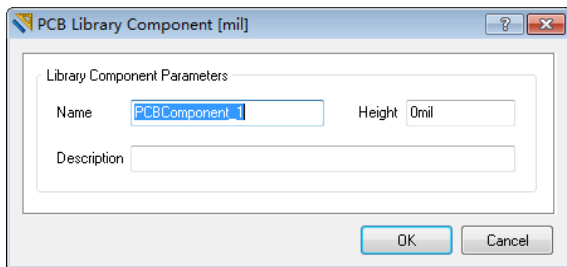

图 18-32 库元件对话框
⑨ **Component Properties:** 执行该命令后, 打开库元件对话框, 如图 18-32 所示, 可以在名称栏位修改元件封装名称, 在高度栏位输入元件高度, 在描述栏位输入该封装简介。
⑩ **Place:** 执行该命令后, 最近一次打开的 PCB 文档会成为当前文档, 同时打开 Place Component 对话框设置 Footprint (封装)、Designator (标识符) 和 Comment (注释) 等信息, 单击 OK 按钮关闭该对话框后, 移动光标到编辑窗口合适位置单击鼠标左键, 即可完成封装的放置。
⑪ **Update PCB With <当前元件封装的名称>:** 将当前封装更新到所有打开且放置该封装的 PCB 文档中。
⑫ **Update PCB With All:** 将封装库中全部的封装更新到所有打开且放置这些封装的 PCB 文档中。
⑬ **Report:** 生成一个当前元件封装的报告。执行该命令后, 生成一个<PCB 库文件名称>.CMP 的报告文档, 包括封装尺寸、组成图元、所在板层等信息。该文件会和 PCB 库文件放在相同的目录下。